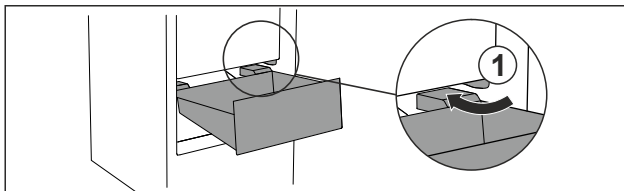

Fig. 99
- Schubfach schräg um die Stopper Fig. 99 (1) herumführen.